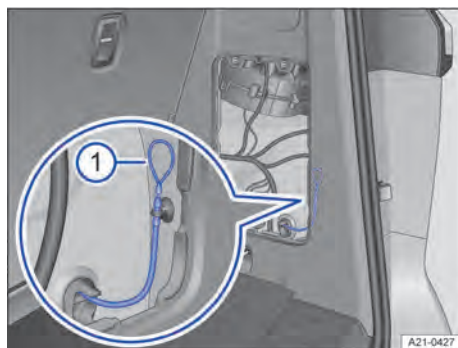

Fig. 159 Atrás do revestimento do compartimento de bagagem: destravamento de emergência do conector de carregamento,
4. Puxar a alça de destravamento de emergência manual → Fig. 159 ①.